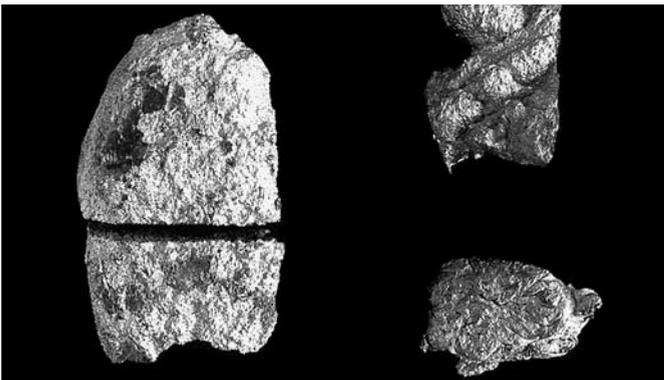

Abb. 1: Oxidhautkokons
1. Bei zu langsamem Einschmelzen von Masseln und Kreislaufmaterial wird die teigige Phase lange aufrechterhalten. Die hierbei entstehenden Oxide des Aluminiums und der Legierungselemente können sich nicht sauber vom bereits Geschmolzenen trennen, bleiben vorwiegend in der Schmelze und bilden darin geschlossene Oxidhautkokons (Abb. 1). Der Abbrand steigt dabei hoch. Der teigige Zustand sollte deshalb verhindert werden. Bei überfüllten Öfen, bei denen der Einsatz nicht an die Schmelz-